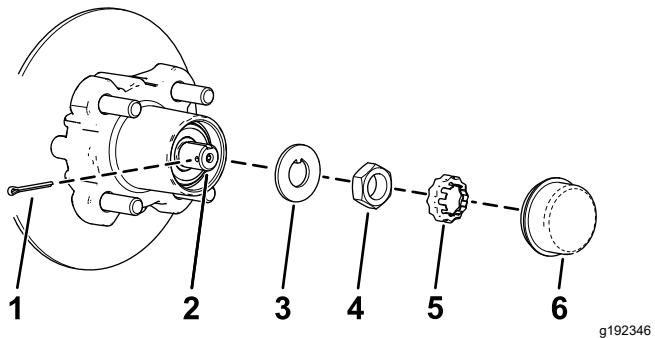
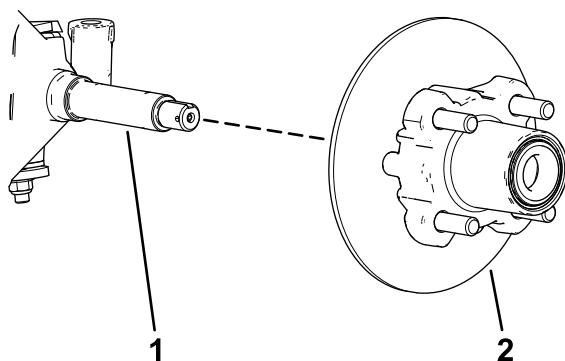

Рисунок 30
Рисунок 31
4. Снимите пылезащитную крышку со ступицы (Рисунок 30).
5. Снимите шплинт и держатель гайки с оси и гайки оси (Рисунок 30).
6. Снимите гайку оси с оси и отделяйте ступицу и тормозной диск в сборе от оси (Рисунок 30 и Рисунок 31).